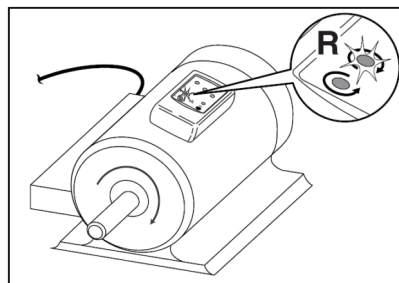

Figura 3. Rotazione del motore
2. Posizionare l'indicatore sul motore in modo che sia parallelo alla lunghezza dell'albero motore. L'indicatore dovrebbe trovarsi a circa 2,5 cm (2,5 cm) dal motore. Vedere Figura 3.